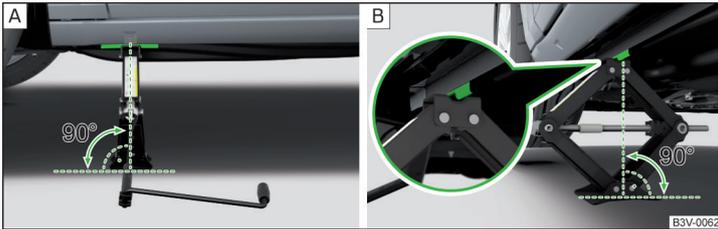

Abb. 336 Wagenheber ansetzen
- » Die Grundplatte des Wagenhebers mit der gesamten Fläche auf einem geraden Untergrund stellen, sodass sich der Heber in senkrechter Position zum Aufnahmesteg befindet » **Abb. 336** - **[A]**.
- » Den Wagenheber mit der Kurbel so weit hoch drehen, bis die Klaue des Hebers den Steg umfasst » **Abb. 336** - **[B]**.